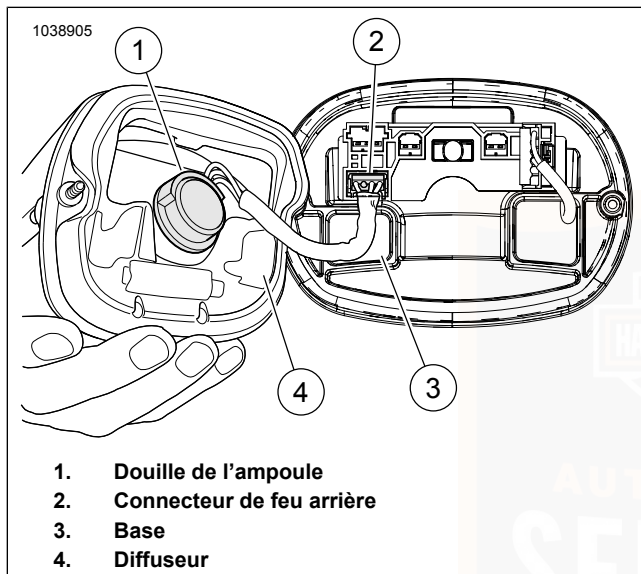

Figure 84. Assemblage de feux arrière incandescent
2. Voir Figure 84. Débrancher le connecteur du feu arrière (3).
3. Tourner la douille d'ampoule (4) d'un quart de tour dans le sens antihoraire et la retirer de l'ensemble de feu arrière. Déposer l'ampoule.
2. Voir Figure 84. Introduire la douille (4) dans l'ensemble de feu arrière. Tourner d'un quart de tour dans le sens horaire.
3. Attacher le connecteur de feu arrière (3).